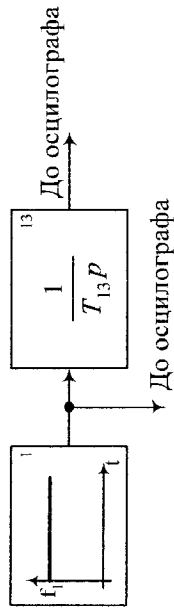

Рис. 4
4. Зібрати модель інтегруючої ланки за схемою, що зображена на рис. 4.